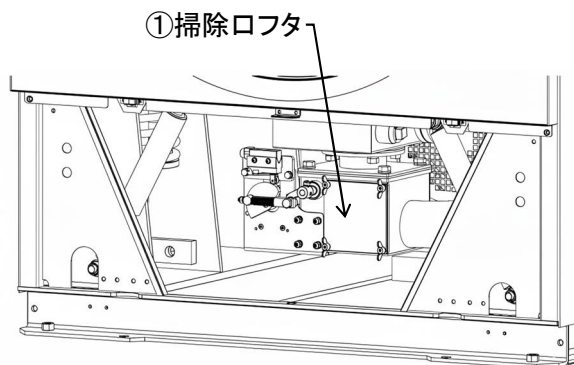

図8－13
- ・ 前面下部カバーを外します。(図8－13)
- ・ 前面に①掃除口フタが見えます。
- ・ ②蝶ナットを緩め、①掃除口フタを外します。
- ・ 排水弁内のゴミを取り除き、③排水弁ゴム板表面に付着物がある場合は拭取ります。
- ・ ③排水弁ゴム板にひび割れや損傷がないか確認します。